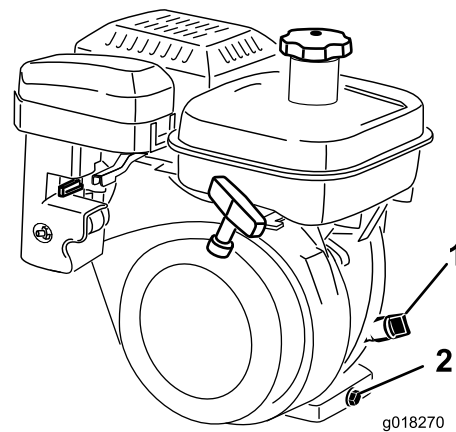

Bild 34
3. Reinigen Sie den Bereich um den Ölpeilstab (Bild 34)
4. Drehen Sie den Ölpeilstab nach links, um sie abzunehmen (Bild 34).
2. Stellen Sie eine Auffangwanne am Heck der Maschine unter die Ablassschraube (Bild 34). Lösen Sie die Ablassschraube.